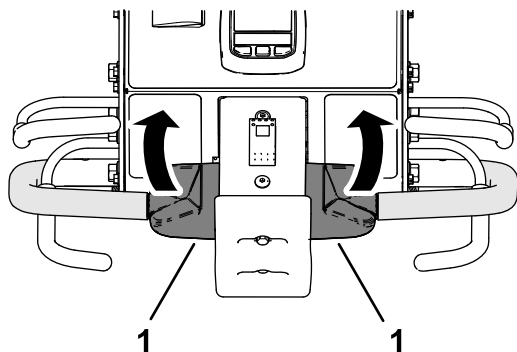

Рисунок 38
3. Удерживая штангу контроля присутствия оператора и штангу аэрации, поверните верхнюю часть органа управления тягой назад (Рисунок 38).